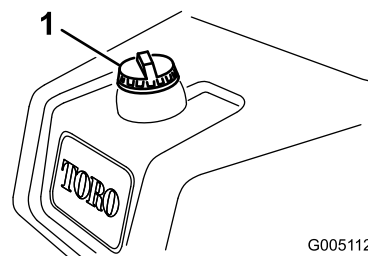

Figura 23
1. Limpie alrededor del tapón del depósito de combustible (Figura 23).